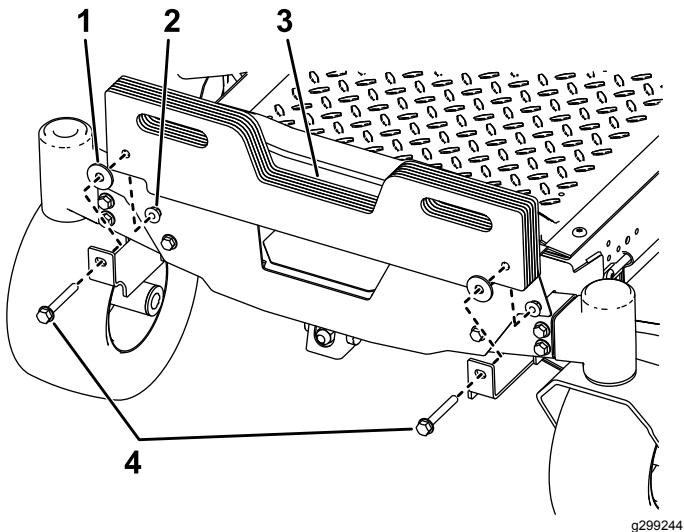

Figura 4
2. Montate le zavorre a valigia sulle relative staffe di montaggio con 2 bulloni (5/8" x 2 3/4"), 2 rondelle e 2 dadi di bloccaggio (3/8"), come illustrato nella Figura 4.